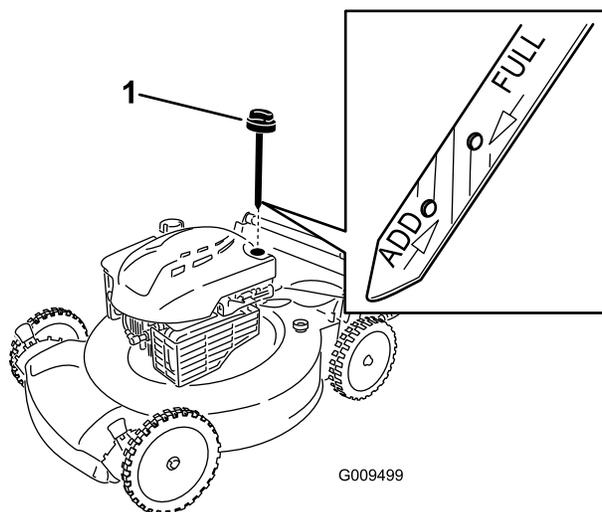

Figure 8
2. Retirez la jauge (Figure 8).
5. Sortez de nouveau la jauge et vérifiez le niveau d'huile ; voir Figure 8.